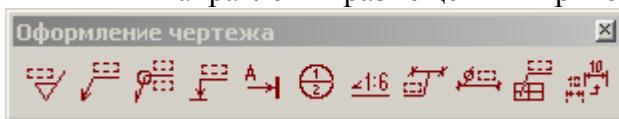

рис. 134
Классификатор содержит ряд групп параметров, при помощи которых можно разместить в проекте: различные виды линий, обозначений (выносок), размеров, текстовых полей, штриховок. Для выносок также существует *Панель инструментов* (рис. 134), которая вызывается из этого диалогового окна через параметр группы *Обозначения*. Для нанесения того или иного условного знака согласно классификатору, необходимо в диалоговом окне *Выбор установок* в меню *Группа* выбрать категорию объекта и в меню *Компонент* название условного знака. В классификаторе собраны следующие *Группы*:
- *Обозначения* – собраны основные типы обозначений, выносок, надписей, отметок уровней. Также в этой группе в меню *Компонент* находится *Панель инструментов* (рис. 134), в которой продублированы инструменты для размещения обозначений, выносок, надписей, отметок уровней, для изменения масштаба.